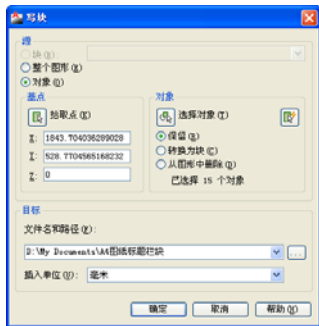

图 5-60 【写块】对话框
- 08 在命令行输入“wblock”命令，弹出的如图 5-60 所示的【写块】对话框，单击 按钮，然后在绘